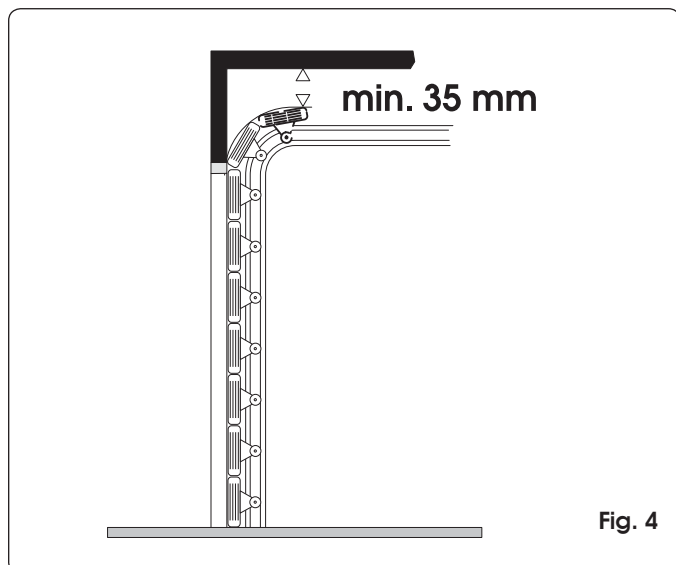

Fig. 4
Dimensiones totales máximas desde el techo (mm)	35 (Fig. 4)
- Compruebe que entre el techo y el punto más alto de deslizamiento de la puerta quede un espacio de por lo menos 35 mm. (Fig. 4).
- 2) Trace en el dintel una línea horizontal correspondiente a la máxima altura que alcanza la puerta durante el movimiento (véase Fig. 4).